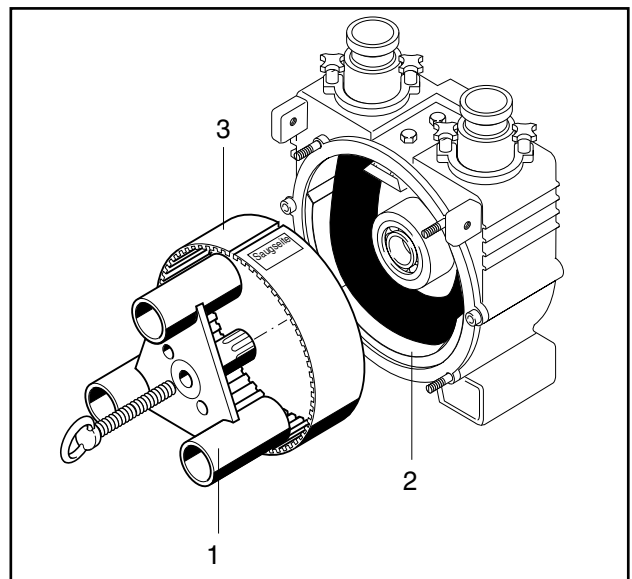

Fig. 3
El cojinete de empuje 2 (Fig. 3) es una pieza de elastómero integrada en la zona de la bomba donde se comprime al máximo el tubo flexible.
La pieza divisora (pos. 3, Fig. 3) sirve para sellar la cámara de aspiración con respecto a la cámara interior y también cumple la función de proteger la manguera de bombeo. Además, evita que, en caso de rotura de la manguera, el rotor (pos. 1, Fig. 3) resulte dañado por un medio de bombeo abrasivo o con partículas gruesas. La pieza divisora se puede cambiar fácilmente soltando los dos tornillos que la sujetan.